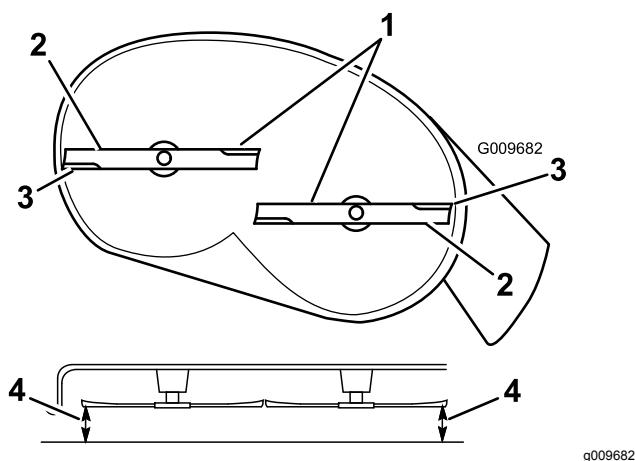
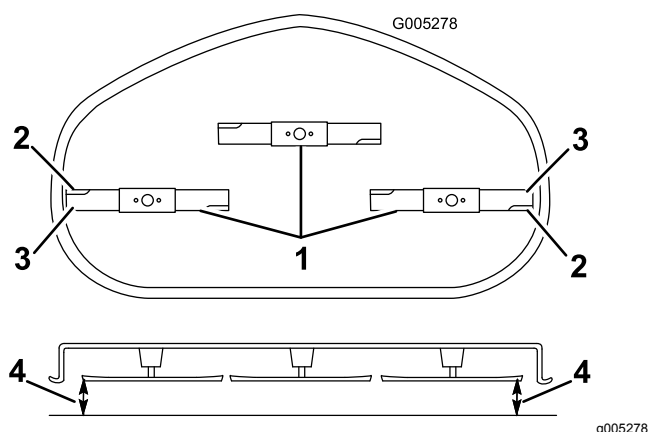

Figure 50
Figure 51
4. Faites pivoter les lames avec précaution pour qu'elles soient toutes parallèles (Figure 50 et Figure 51).
5. Mesurez la distance entre les tranchants extérieurs et la surface plane (Figure 50 et Figure 51).